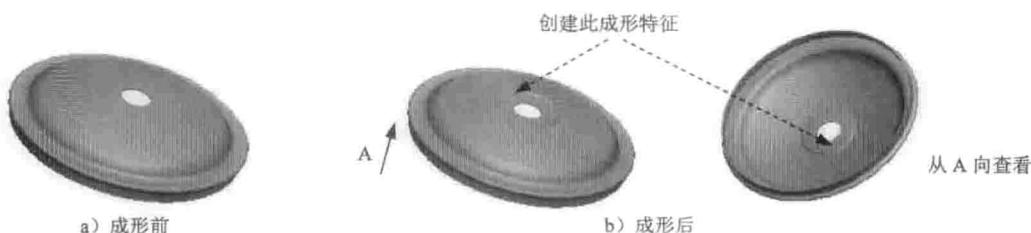

图 1.21 凸模成形特征 1
(5) 在操控板中单击“完成”按钮 \checkmark ，完成拉伸切削特征1的创建。
Step7. 创建图1.21所示的凸模成形特征1。